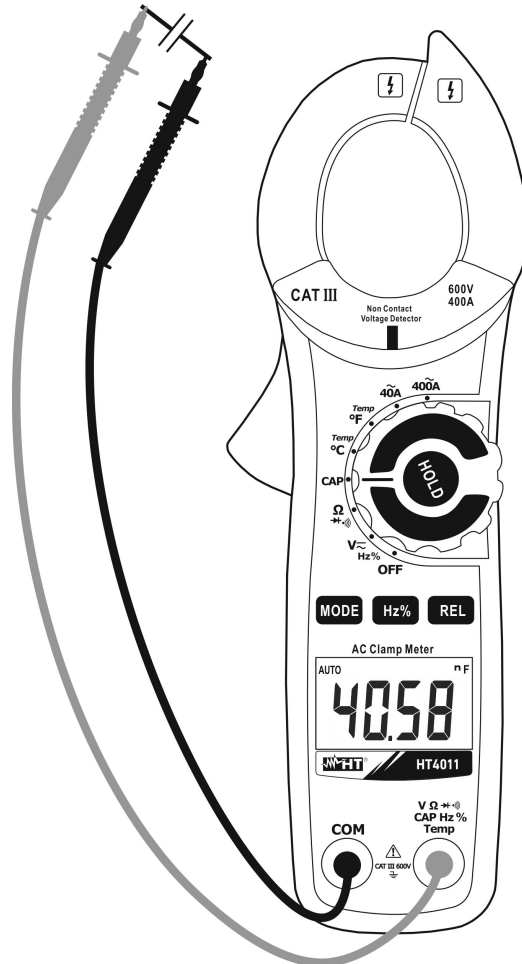

Abb. 6: Verwendung der Zange für Kapazitätsmessung
4. Kontaktieren Sie die Messleitungen mit den gewünschten Messpunkten des zu messenden Kreises (Abb. 6).